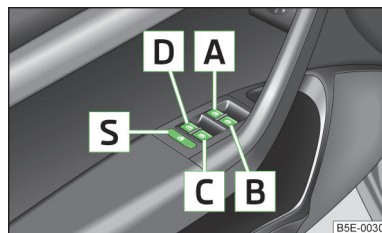

Fig. 22
- Si se transporta niños en los asientos traseros, se recomienda poner fuera de funcionamiento los elevalunas eléctricos de las puertas traseras (conmutador de seguridad) S » fig. 22 de la página 41.
Teclas de los elevalunas » fig. 22.
Se puede poner fuera de servicio de las teclas en las puertas posteriores pulsando el interruptor de seguridad **S** » fig. 22. Se ponen de nuevo en funcionamiento las teclas en las puertas traseras pulsando repetidamente el conmutador de seguridad **S**.
Inmediatamente después de desbloquear el vehículo o de desconectar el encendido y abrir la puerta del conductor o el acompañante, se puede manejar la apertura y cierre de confort de todas las ventanillas con la tecla  » fig. 22 de la página 41 del siguiente modo: